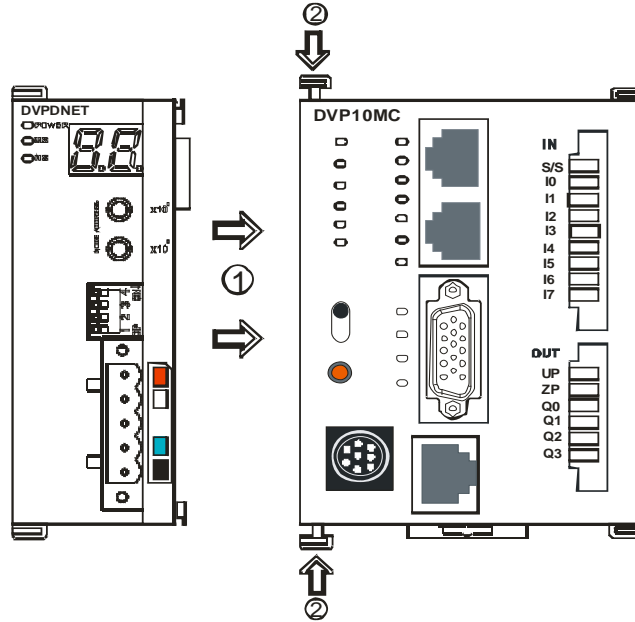

图 3.2.8
- 将 DVP10MC11T 主机左侧上下两端的扩展模块卡口打开，将 DVPDNET-SL 模块沿四角上的导入孔装入，如图 3.2.8 步骤 1 所示。
- 压入 DVP10MC11T 主机上下两端的卡口，卡紧模块以保证接触良好，如图 3.2.8 步骤 2 所示。